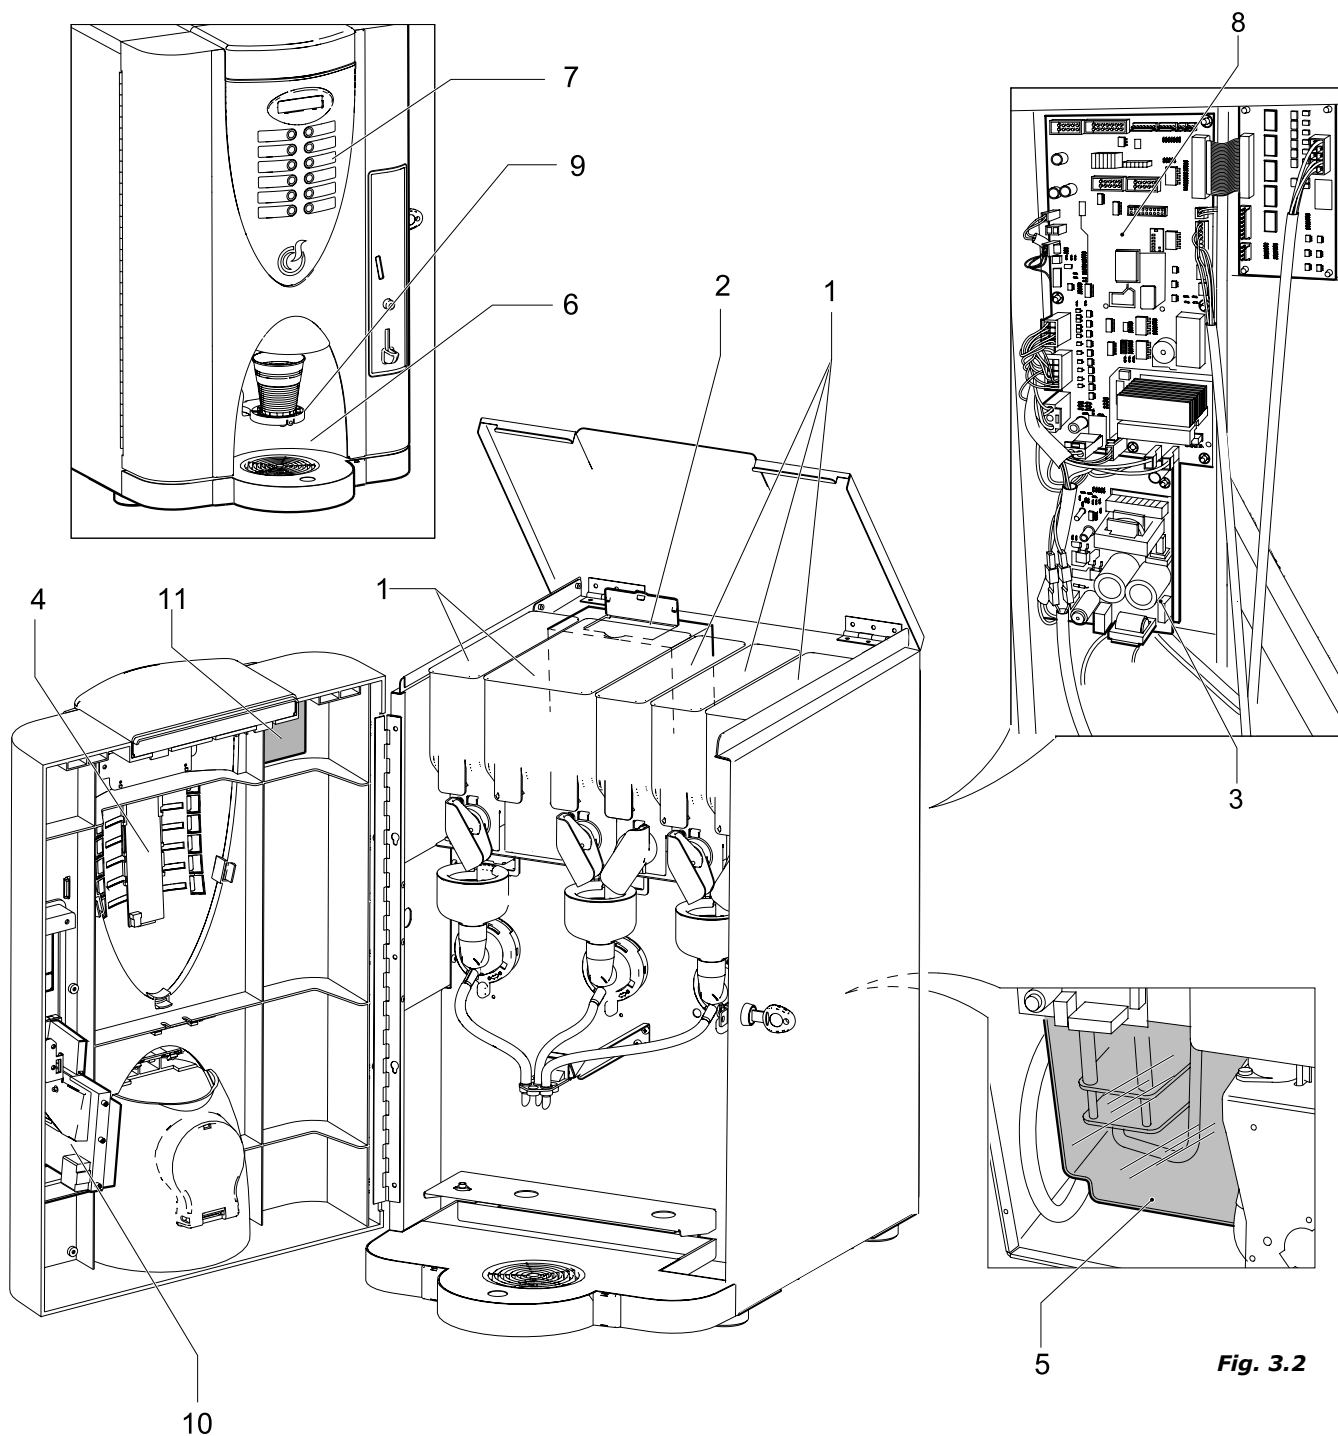

Fig. 3.2
3.1.2 Versão solúveis (Fig. 3.2)